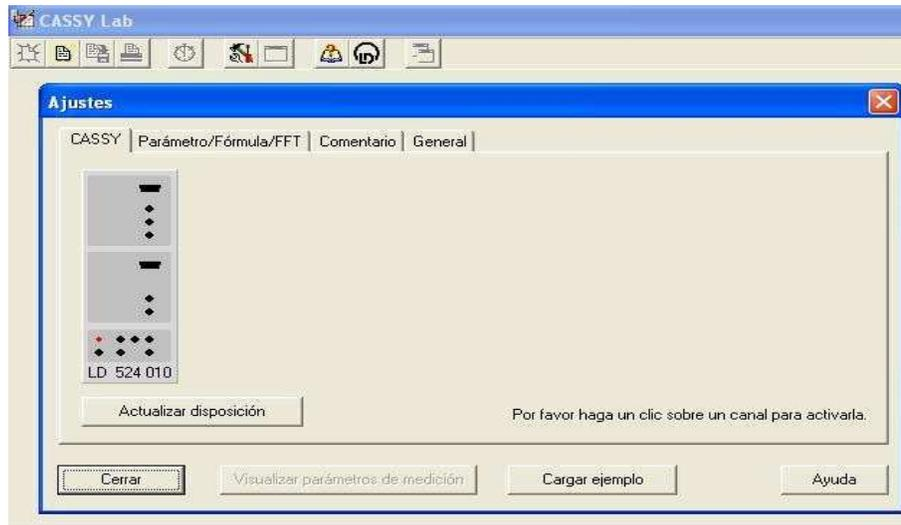

Figura 2.3: Cuadro inicial.
4. Encienda el computador y abra la aplicación CASSY LAB. Deberá ver el cuadro de la figura 2.3: